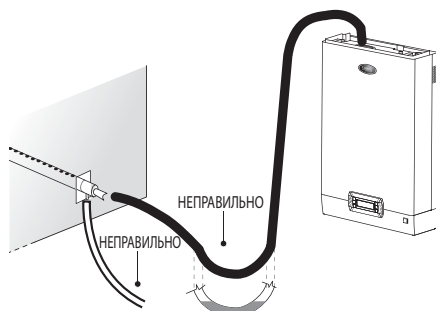

Рис. 3.d
Для отвода конденсата к увлажнителю подсоединяется сливной шланг под углом не менее 5°, который образует сифон (см. Рис. 3.d). Используйте шланги слива конденсата CAREL, код 1312353APG
- шланги подачи пара идут вверх к парораспределителю под углом не менее 2° (см. Рис. 3.c);
- шланги подачи пара и слива конденсата проложены в соответствии с указаниями из настоящего раздела руководства (см. Рис. 3.d);